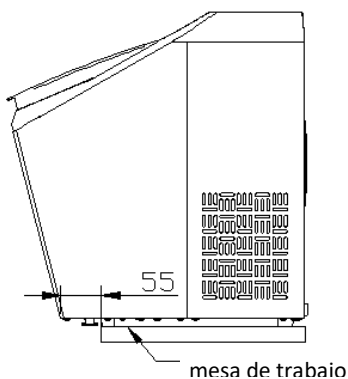
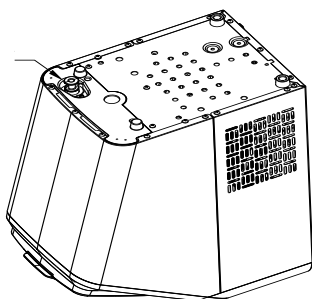
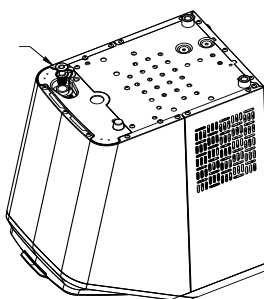

Fig.1
Fig.2
Fig.3
3. Mueva el aparato hacia delante hasta un lugar a 60 mm de distancia de la mesa de trabajo y abra el tapón de desagüe para vaciar el exceso de agua (ver Fig.1, Fig.2 y Fig.3).